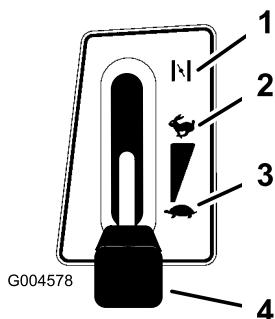

Figura 13
- Ponga la palanca del acelerador en Estárter (Figura 13).
- Cuando el motor arranque, mueva lentamente el acelerador a la posición Rápido (Figura 13). Si el motor se cala o funciona irregularmente, vuelva a colocar el acelerador en Estárter durante unos segundos y luego mueva la palanca del acelerador a Rápido. Repita este procedimiento tantas veces como sea necesario.
- Ponga la palanca del acelerador en Lento (Figura 13).